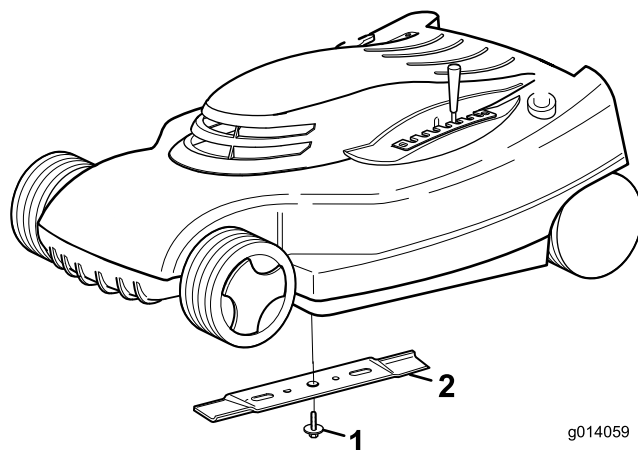

Figura 19
1. Sujete el extremo de la cuchilla (Figura 19) usando un paño o un guante grueso.